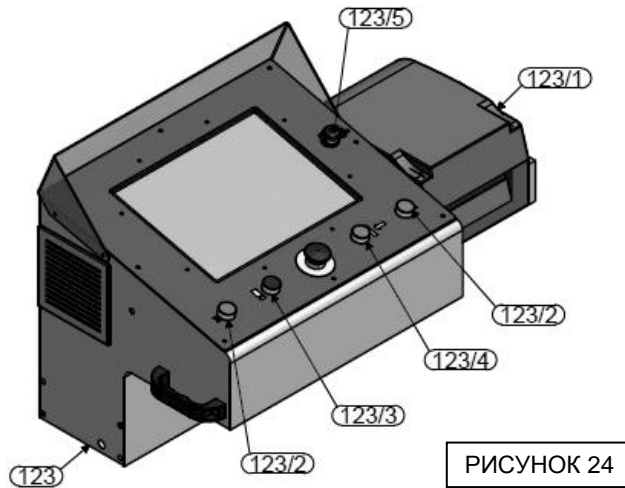

РИСУНОК 24
- 7.9.2.4 После отправки механизма на меру длины, для безопасности, работа нарезки должна выполняться используя двойные ручные бутоны. (РИСУНОК 24 № 123/2)
7.9.3.4 После этих процедур, нужно нажать на кнопку «вперед», с панели пульта. (РИСУНОК 24 № 123/4)
7.9.3.6 После того, как механизм отправился на мерку, нужно начать работу нарезки, нажав на кнопку двойной ручной нарезки. (РИСУНОК 24 № 123/2)